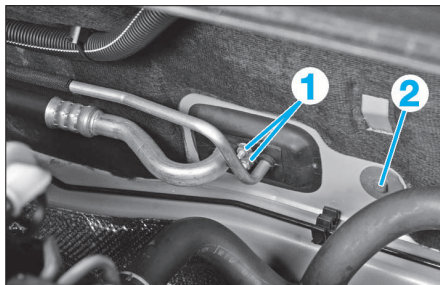

FIG. 16
- Déposer les deux vis (1) du détendeur (Fig.16).